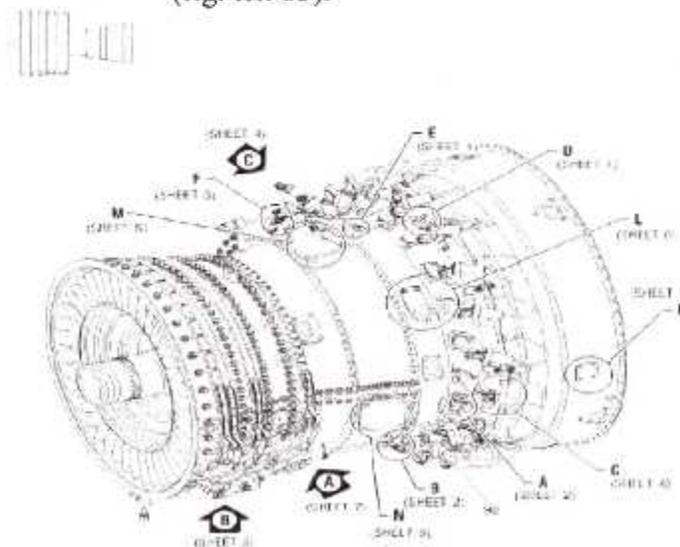

Fig. III.85 : Démontage des Boulons Attachant le Thermocouple de la HPT au Carter de la Chambre de Combustion.
- s. On démonte les boulons qui attachent le thermocouple de la HPT au carter de la chambre de combustion à position 3:00 heures. On dépose le thermocouple et le joint rigide. (fig. III. 85).